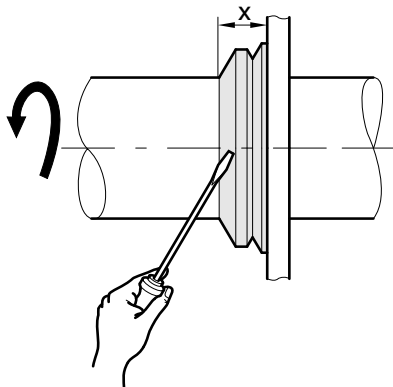

Fig. 12: Anello di tenuta a V
- Sistemare gli anelli di tenuta (3) e gli anelli a V (1) per esempio con un cacciavite, ruotando al tempo stesso l'albero (→ fig. 12).